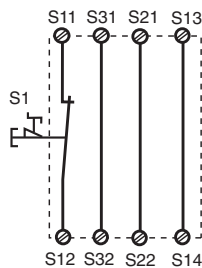

Fig. 2: Circuito de entrada monocanal, rearme automático/Circuito di ingresso monocanale, start automatico/Eenkanalig ingangscircuit, automat. start
En las Fig. 2 ... a Fig. 10 se presentan ejemplos de conexión para modo de conexión de parada de emergencia con rearme automático y manual, control de puerta protectora así como multiplicación de contactos mediante contactores externos.
- Fig. 2 y 7: **no hay** conexión S33-S34
In Fig. 2 ... Fig. 10 sono riportati degli esempi di collegamento per il cablaggio dell'arresto di emergenza con start automatico e controllato, per il controllo finecorsa di ripari mobili, nonché per l'aumento del numero dei contatti mediante relè esterni.
- Fig. 2 e 7: **nessun** collegamento S33-S34
In fig. 2 ... fig. 10 worden aansluitvoorbeelden gegeven van noodstop-schakeling met automatische en bewaakte start, hekbewaking en contactvermeerdering door middel van externe magneetschakelaars.
- Fig. 2 en 7: **geen** verbinding S33-S34